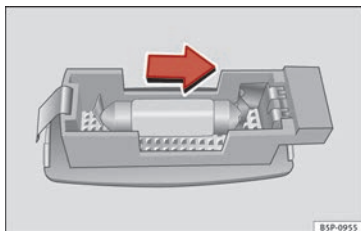

Bild 201 Ta ut lampan i solskyddet.
- Ta försiktigt ut lampan med hjälp av den flata sidan av en skruvmejsel, så som anges i bilden »» **bild 201**.
- Ta bort glödlampan genom att röra den utåt i pilens riktning »» **bild 201**.